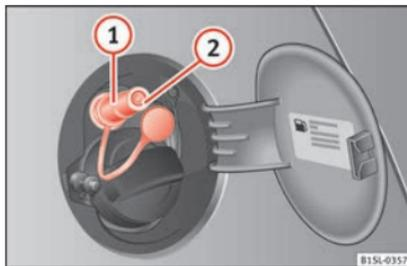

Fig. 167 Tampa do depósito aberta: bocal de enchimento de gás (1), retentor do bocal de enchimento (2).
- Destape o bocal de enchimento de gás Fig. 167 \(1\).